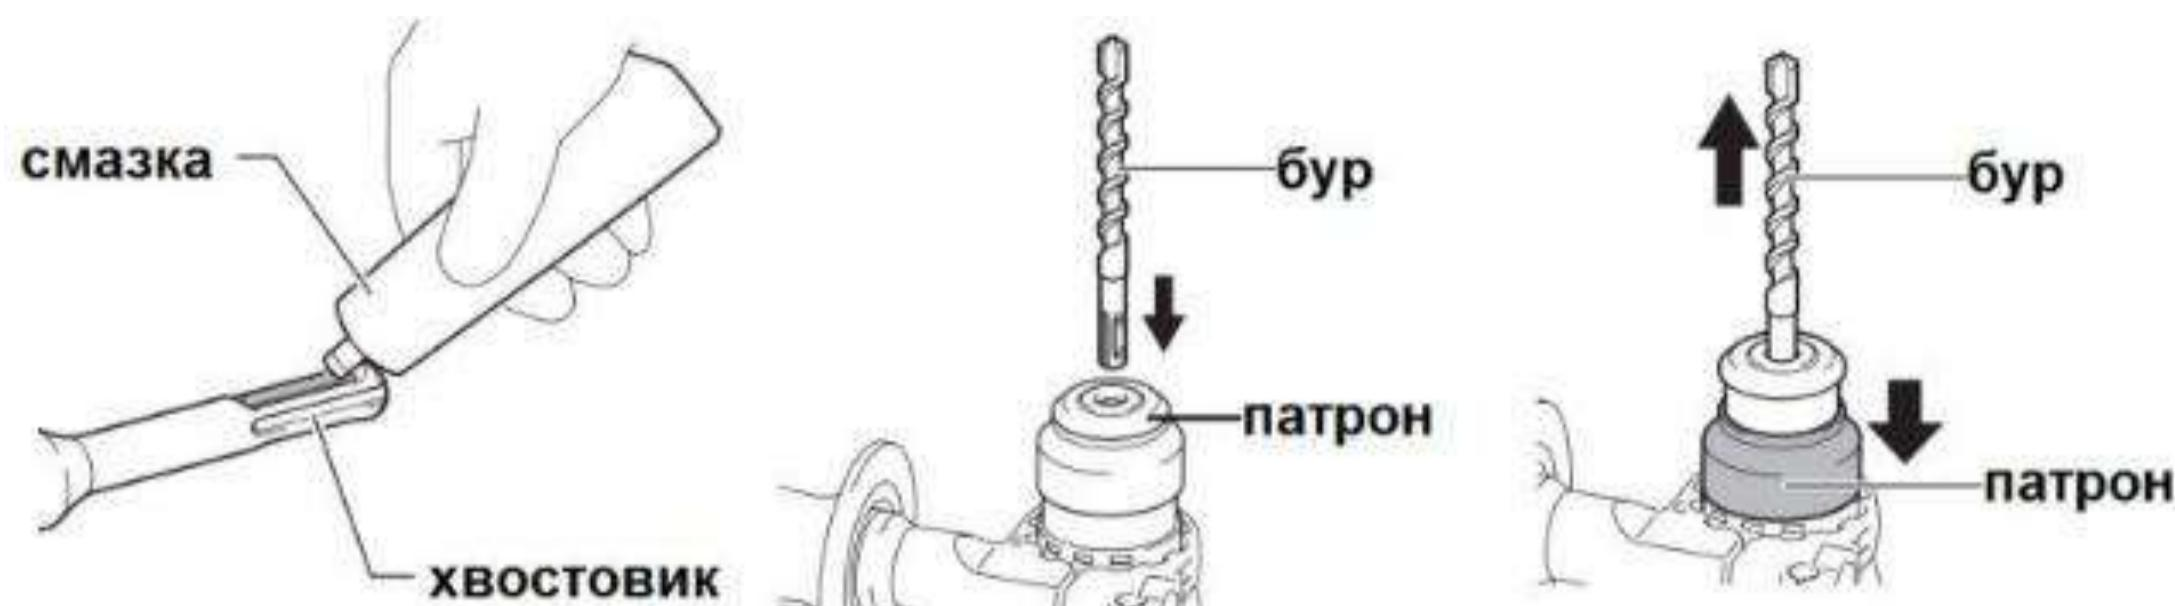

Рис. 4
2. Если температура аккумуляторной батареи выше 45°C или ниже 15°C, процесс заряда батареи не начнется. При этом индикатор (1) будет гореть зеленым после подключения зарядного устройства к батарее.
3. Если аккумуляторная батарея повреждена, процесс заряда батареи не начнется. При этом индикатор (1) будет гореть зеленым после подключения зарядного устройства к батарее.
• УСТАНОВКА БУРА (Рис. 4)